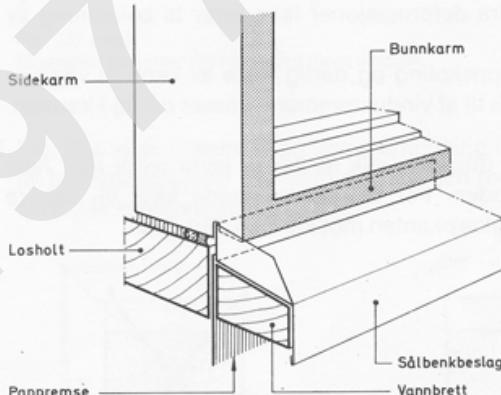
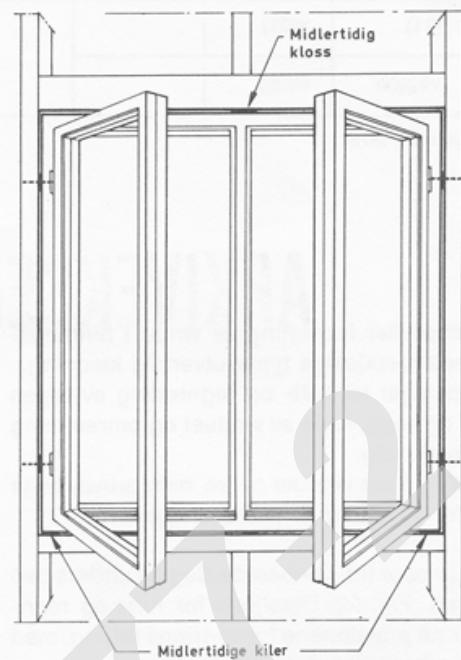

Fig. 03
Fig. 213
- 03 Når sålbenkbeslaget føres i spor under bunnkarmen, begrenses vinduets plasseringsmuligheter i vegg. Sporet under karmen må ikke ligge innenfor det luft-tette sjiktet i vegggen. Se fig. 03.
- 04 Det vises til Byggdetaljblader i (21)-serien for utførelse av bindingsverk og til (31)-serien for vindusdetaljer.
- 213 Fig. 213 viser montering av vindu. Under vindusoverdekningen eller over karmens midtpunkt plasseres midlertidig en kloss med den tykkelse som gir vinduskarmen riktig høyde. Vinduet settes inn omtrent midt i åpningen og presses opp mot overdekningen ved hjelp av kiler under sidekarmene. Med kilene reguleres underkarmen i vater. Karmens sider justeres i lodd og i riktig plan i forhold til veggliv. Vinduet plasseres i veggens slik at sporet under bunnkarmen ikke kommer innenfor veggens vindtettende sjikt. Se fig. 03 og pkt. 22.